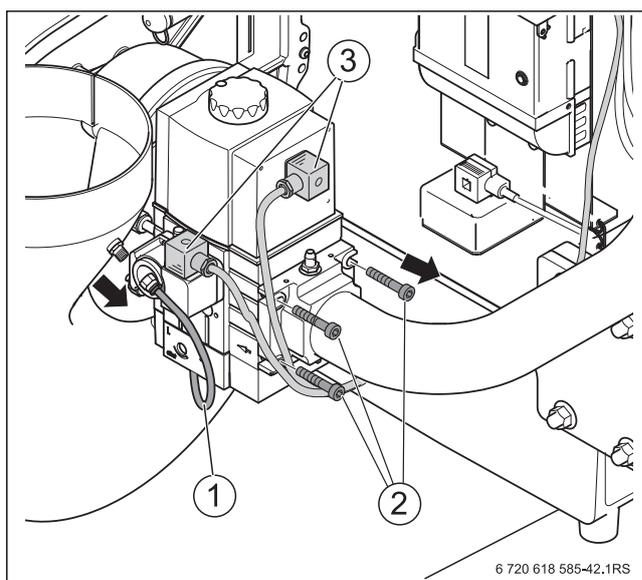

Fig. 56 Détacher les raccords du bloc gaz
- ▶ Détacher les connexions électriques sur le bloc gaz et le ventilateur (→ fig. 56, page 42).